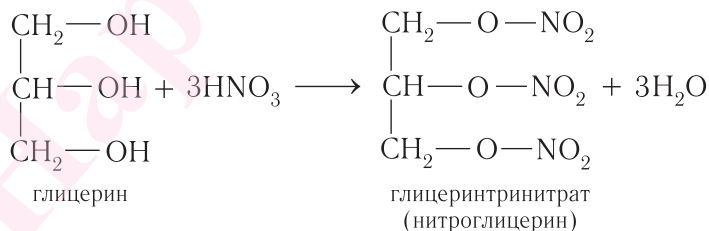

Рис. 51. Качественная реакция на многоатомные спирты (глицерин)
Если в стакан с раствором щелочи добавить несколько капель раствора сульфата меди(II) и к образовавшемуся гидроксиду меди(II) прилить многоатомный спирт, например глицерин, то образуется прозрачный раствор ярко-синего цвета (рис. 51). Цвет раствора обусловлен образованием комплексного соединения меди.